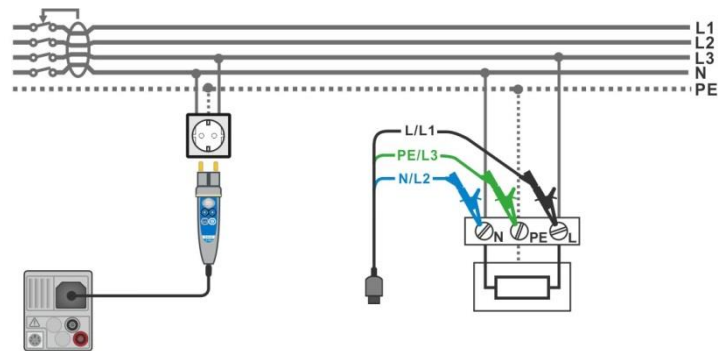

Abbildung 7.36: Anschluss des Commander-Prüfsteckers und des 3-Leiter Prüfadapters
- Schließen Sie die Prüfleitungen oder den Commander Prüfstecker am Prüfling an, siehe **Abbildung 7.36**.